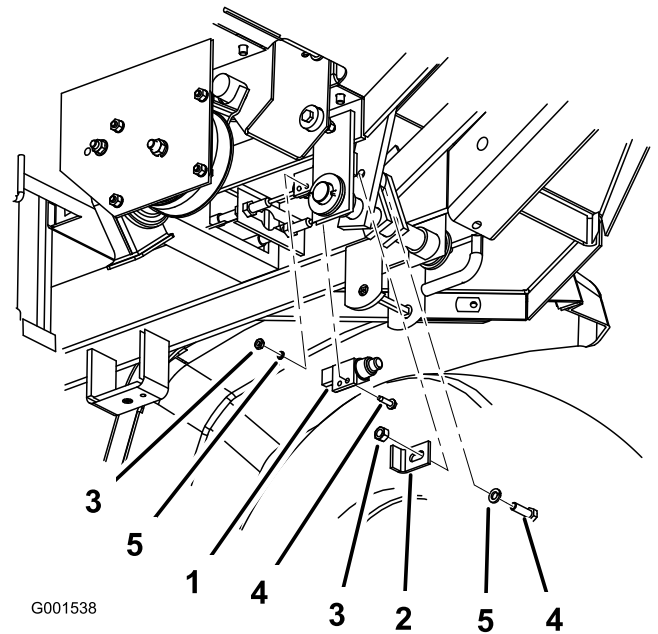

Figura 5
3. Montate il nuovo contattore del freno con la bulloneria rimossa in precedenza (Figura 5).
4. Montate la nuova staffa del contattore del freno con la bulloneria rimossa in precedenza (Figura 5 e Figura 6).